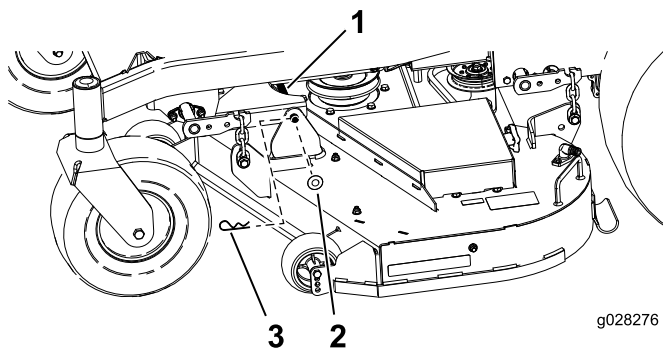

Figura 76
6. Remova o perno de ganho e anilha que prendem o pino de articulação à estrutura e plataforma e remova a barra de ligação (Figura 76).
9. Prenda o pino de articulação com os contrapinos e anilhas removidos previamente (Figura 76).